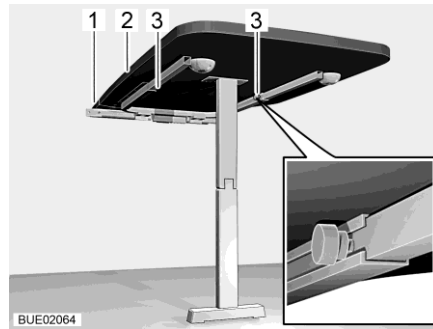

Fig. 137 Mesa colgante con pata de apoyo articulada
- Soltar dos tornillos moleteados (Fig. 137,3).
- Levantar ligeramente por delante el tablero de la mesa (Fig. 137,2) y extraer hasta el tope. La prolongación de mesa ahora está completamente extraída.
- Colocar la prolongación del tablero de mesa (Fig. 137,1) en la prolongación de mesa.
- Levantar ligeramente por delante el tablero de la mesa (Fig. 137,2) y extraerlo.
- Quitar la prolongación del tablero de mesa (Fig. 137,1) y guardarla de manera segura.